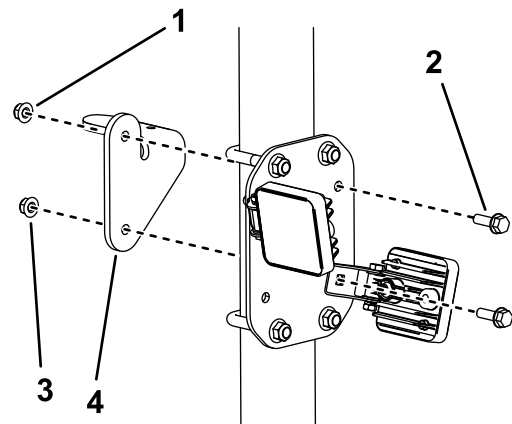

図 10
2. 図 10 のように、ビーコンをブラケットに取り付け、ビーコンアセンブリを車体に取り付ける。